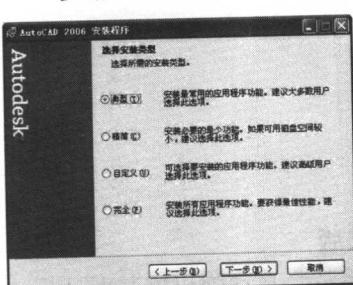

图 1.6 选择安装类型
**步骤 6** 系统提示选择安装类型，如图 1.6 所示，选择默认的【典型或完全】安装，点击【下一步】按钮。